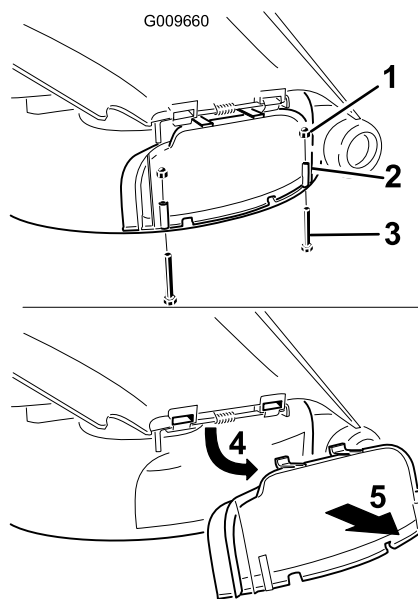

Figura 14
3. Rimuovete i due bulloni e dadi che fissano il coperchio dello scarico al tosaerba (Figura 14).